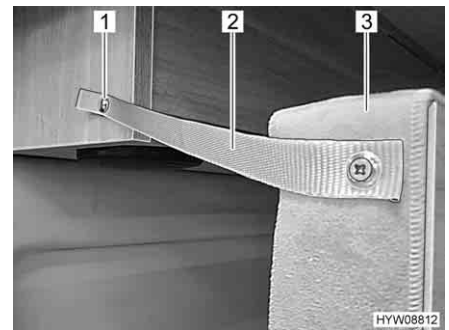

Fig. 30 Dispositivo di sicurezza posteriore
- Fissare il letto (Fig. 30,3) all'armadietto a tetto con la reggetta di sicurezza (Fig. 30,2) e il bottone a pressione (Fig. 30,1).
- Rilasciare il bottone a pressione (Fig. 30,1) sull'armadietto a tetto.